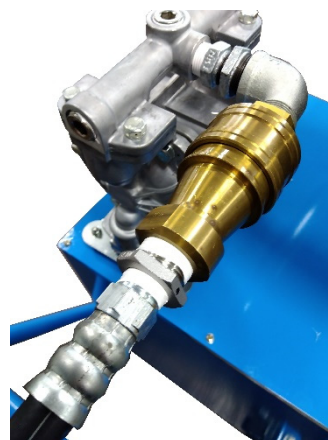

Fig.13
吐出配管①の場合：吐出配管①のプラグにソケットを接続してください。（Fig.13）